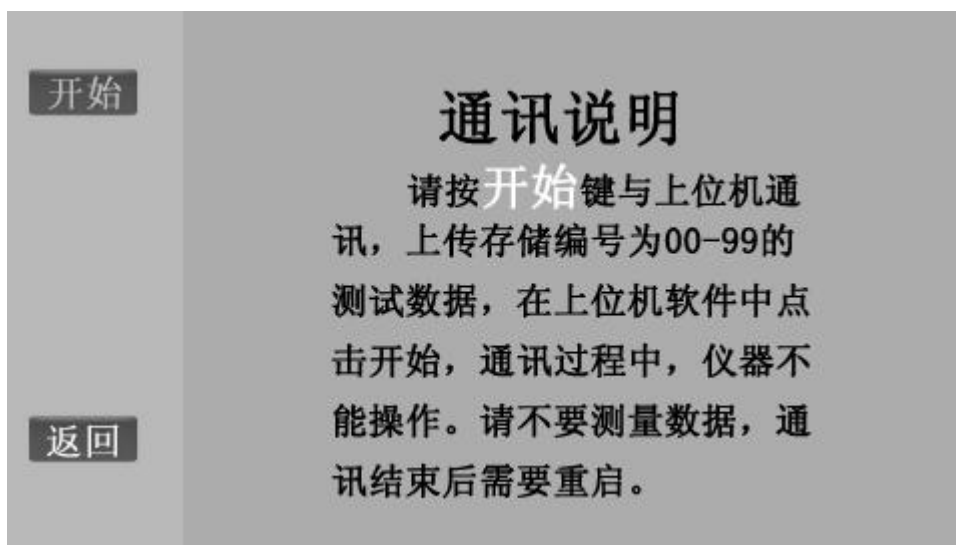

图 11 通讯
单击“通讯”按钮即可进入“通讯”界面，“通讯”界面如图 11 所示。
(2)使用随机配置的串口数据线或 USB 数据线将计算机和仪器连接起来。仪器开机，进入通讯界面，如图 11 所示。